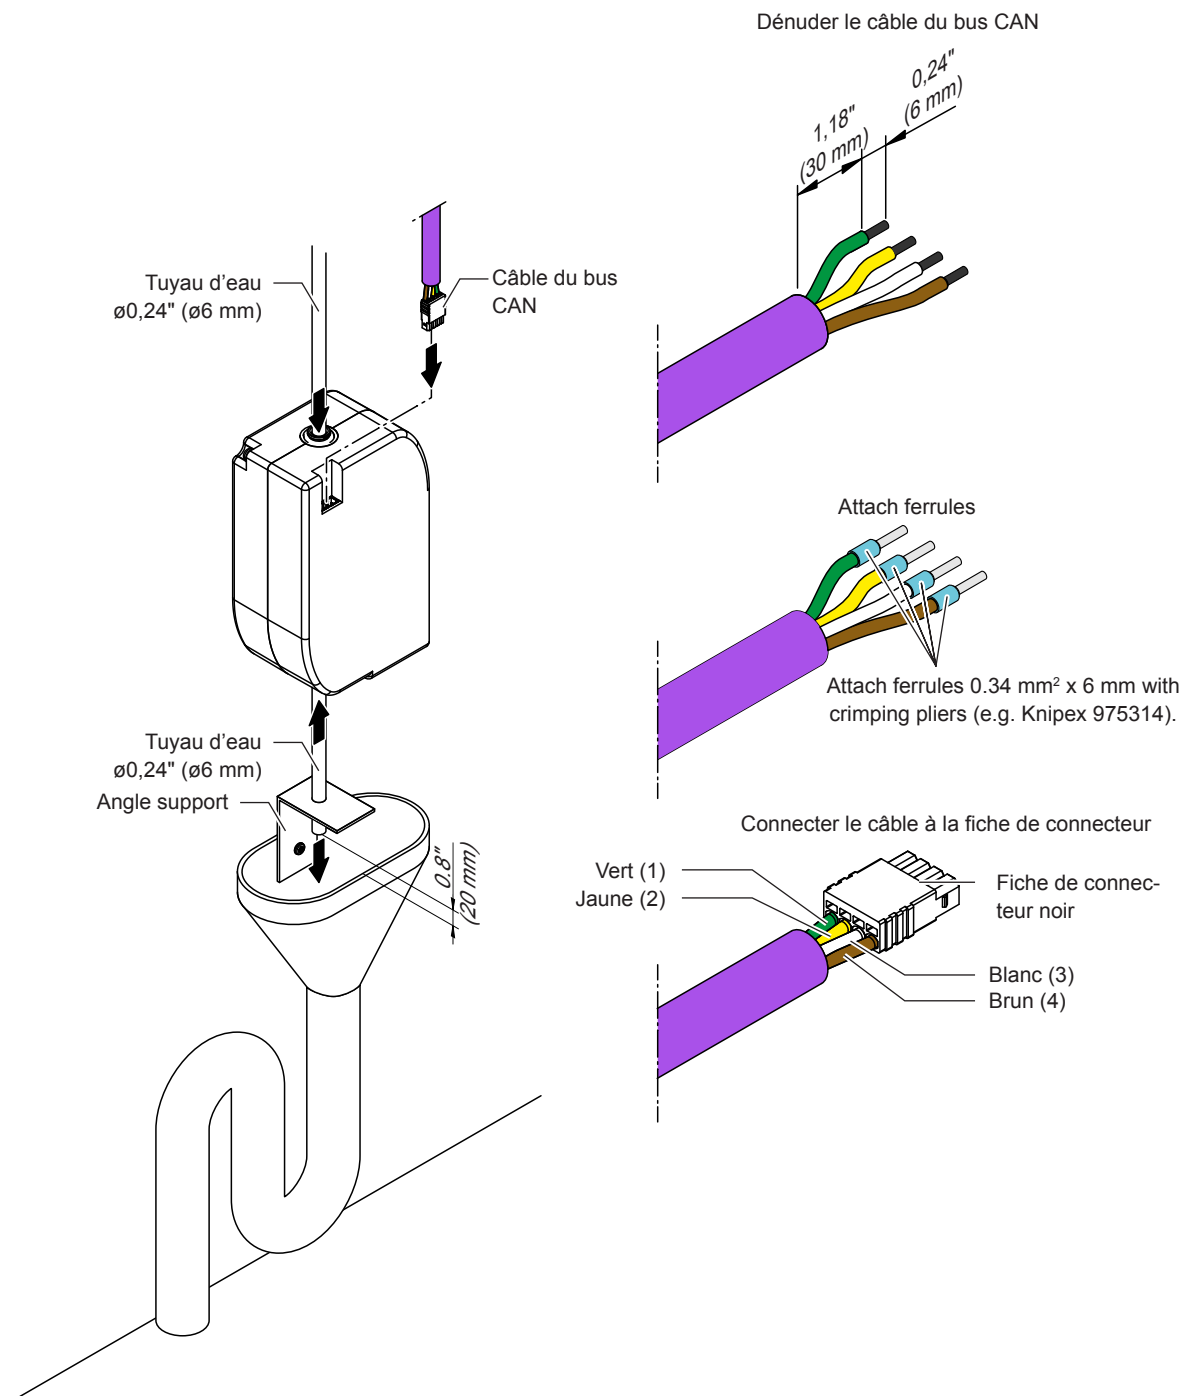

Fig. 34: Raccorder le module de vidange décentralisé
1. Raccorder les tuyaux d'eau selon Fig. 34.
2. Préparer le câble du bus CAN, brancher la fiche sur le câble du bus CAN (voir Fig. 34) et raccorder le câble du bus CAN au module de vidange.